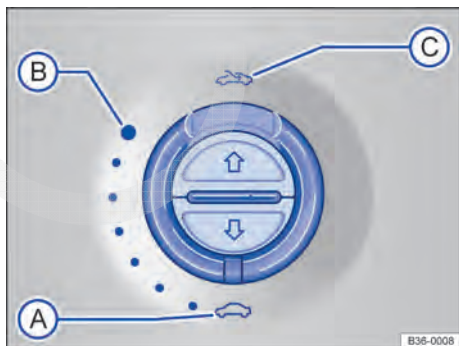

Fig. 41 No revestimento do teto: girar o interruptor para abrir e fechar.
⇒ Fig. 41
- O interruptor ⇒ Fig. 41 deve estar girado na posição “Fechado” ⇒ Fig. 41 A.